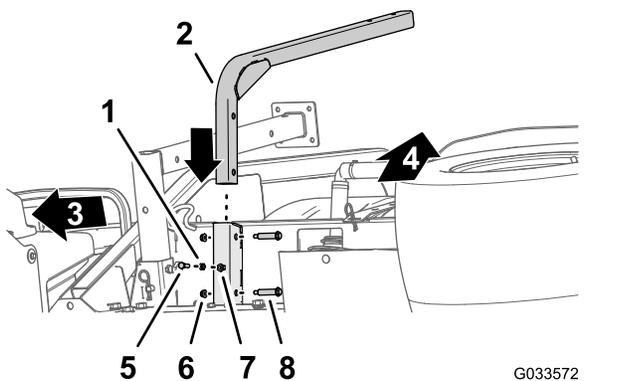

Bild 46
1. Fluchten Sie das Stützrohr für den Frischwasserbehälter mit dem Kanal der Behälterstütze aus (Bild 46).
2. Fluchten Sie die Löcher im Stützrohr mit den Löchern im Kanal aus (Bild 46).
3. Befestigen Sie das Rohr mit zwei Ansatzschrauben (1/2" x 1-15/16") und zwei Sicherungsbundmutter (5/16") am Kanal (Bild 46).
5. Schrauben Sie die Klemmmutter (5/16") in die Schraube (5/16" x 1"), wie in Bild 46 abgebildet.
6. Schrauben Sie die Schraube (5/16") und Klemmmutter auf die Schweißmutter unten am Behälterstützkanal und ziehen die Schraube und Klemmmutter mit der Hand an (Bild 46).